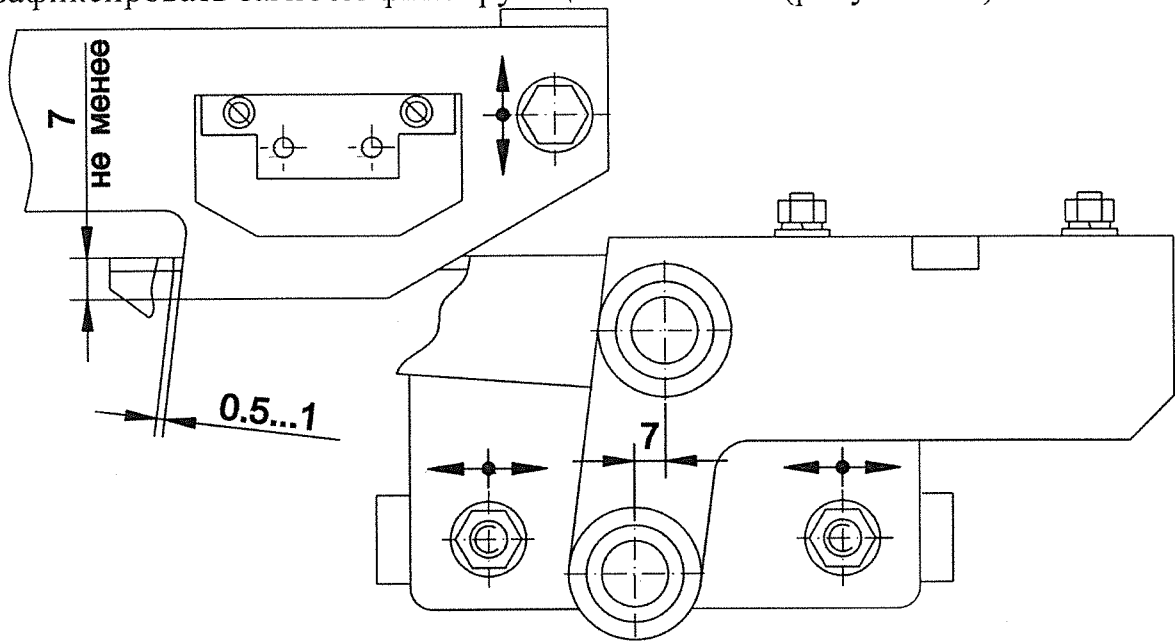

Рисунок 3.6 – Регулировка замка.
1) Зазор регулируется перемещением пластины блока контроля. Для этого необходимо ослабить болты крепежа и движением вверх/вниз выставить зазор между защелкой и нижним торцом зуба пластины размер на менее 7мм (рекомендуемый размер от 7 до 9мм). Зажать болты (рисунок 3.6).
2) установить минимальный зазор между защелкой и вертикальной стороной зуба пластины (рекомендуемый зазор от 0.5 до 1мм). Для регулировки ослабить болты крепежа замка на каретке и перемещать замок влево/вправо. Положение зафиксировать загибом фиксирующей пластины (рисунок 3.6).